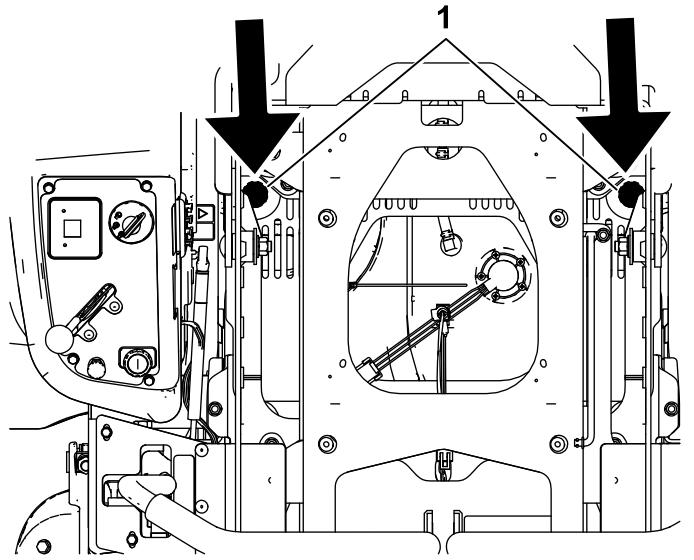

Figura 83
- Levante el asiento y limpie alrededor de cada varilla y cada unidad hidráulica (Figura 83).